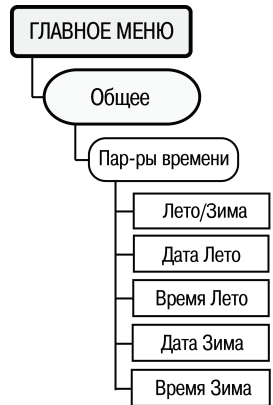

Рисунок 6.23
6.13.3 Для задания временных параметров (переключений по времени), определяющих функционирование прибора, служит пункт меню **//Общее/Пар-ры времени** (рисунок 6.23).